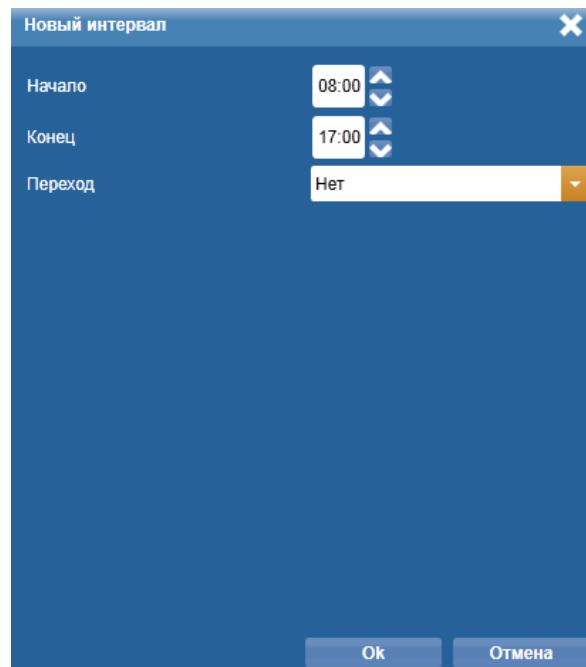

Рисунок 33. Окно **Новый интервал**
- 3) В открывшемся окне **Новый интервал** (Рис. 33) ввести начало интервала, конец интервала и признак перехода через границу суток (необходимо выбрать значение **Да**, если интервал заканчивается в следующих сутках пример: добавляем ночную смену с 22:00 до 10:00, следовательно, необходимо выбрать параметр переход). Параметры начало, и конец отвечают за длительность интервала,